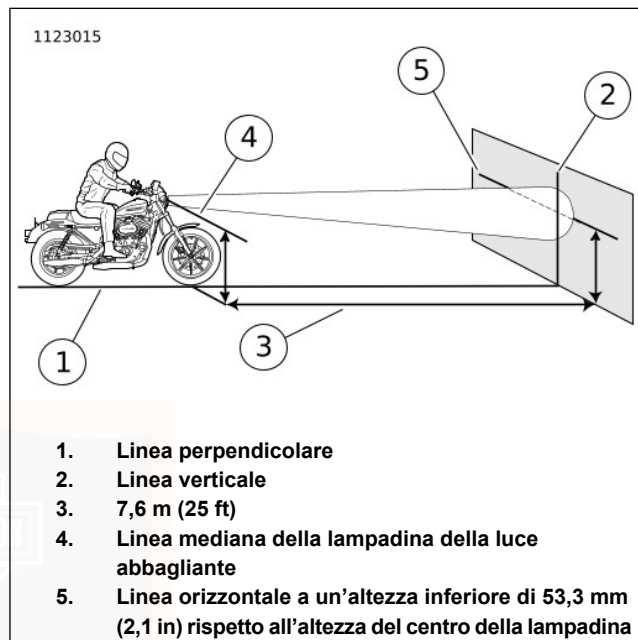

Figura 62. Allineamento del faro anteriore: Modelli Sportster
- Vedere Figura 62. Parcheggiare la motocicletta su una linea perpendicolare (1) rispetto a una parete, con l'asse anteriore a 7,6 m (25 ft) (3) da una parete.
- Tracciare una linea verticale (2) sulla parete.